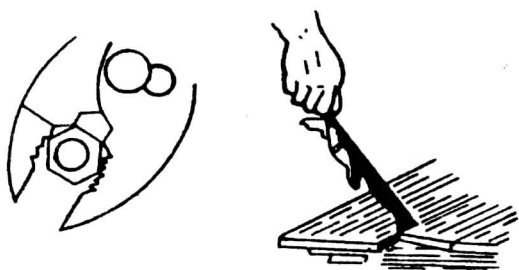

图 1-3 钳子的错误用法
(3)不能用钳子代替扳手拆装螺栓或螺母,也不能用钳子柄当撬棒使用(图 1-3),以免损坏零件和钳子。